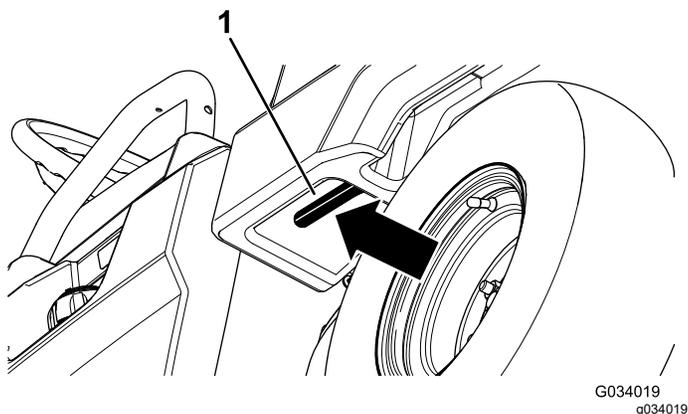

Рисунок 13
1. Потяните рычаг с левой внутренней стороны грузового кузова на себя и поднимите грузовой кузов вверх (Рисунок 13).
1. Немного приподнимите грузовой кузов, нажав вверх на рычаг защелки (Рисунок 13).